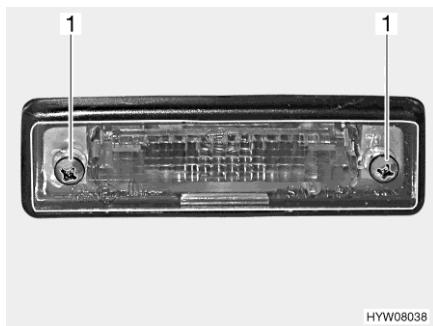

Fig. 200 Luce posteriore (luce targa)
- Svitare due viti degli involucri (Fig. 200,1).